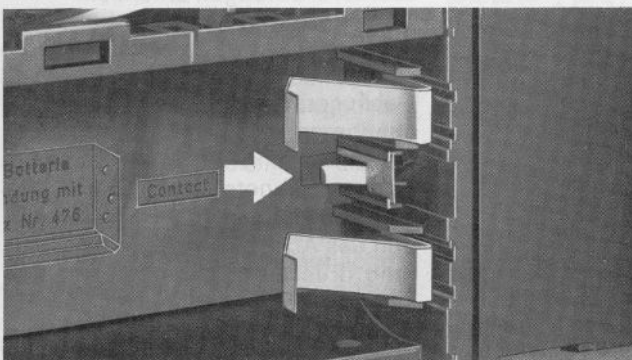

Bild 5a Nachrüstung des Ladezusatzes für dryfit-PC Accu 476
1. Schlitz und Gegenlager für den dryfit-Ladezusatz 476 (siehe nachfolgende Beschreibung und **Bild 5a** u. b).